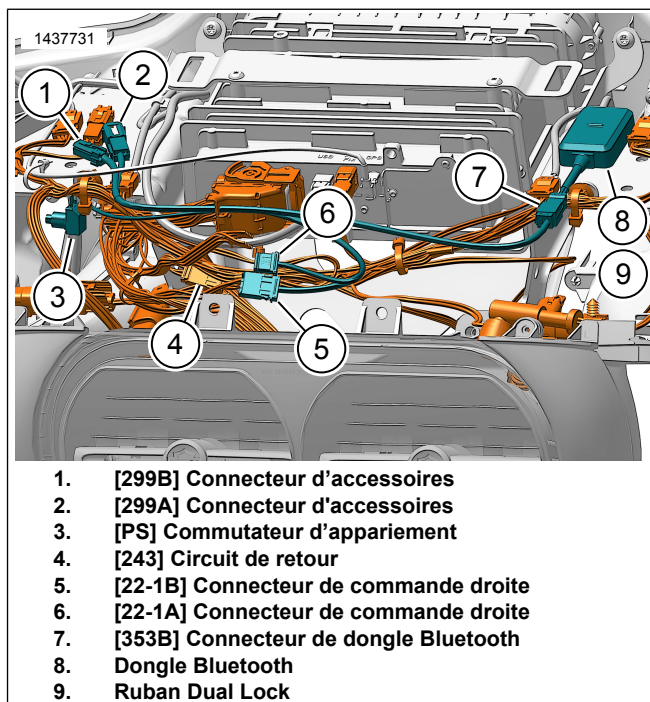

Figure 15. Faisceau de dongle Bluetooth pour carénage monté sur cadre (2014-2016)
1. Voir la figure 15. Installer et acheminer le faisceau de dongle Bluetooth sous le carénage.